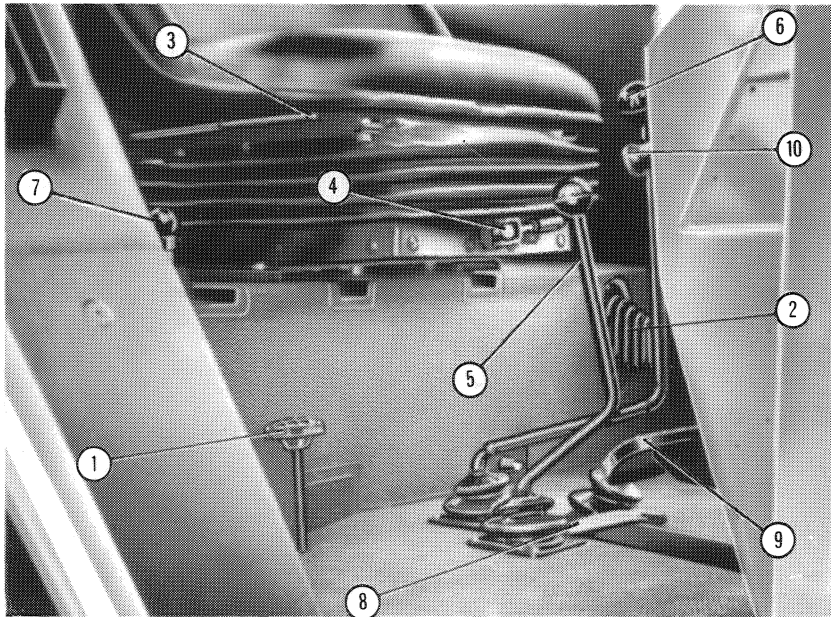

Fig. 5
- le levier à vitesses soit au point mort (6 fig. 5). Dans le cas contraire le dispositif de sécurité empêcherait le démarrage du moteur;
6. Débrayer à fond et placer le levier à vitesses (6 fig. 5) et du réducteur (5 fig. 5) en correspondance de la vitesse que l'on désire.
Pour enclencher le dispositif, appuyer sur la pédale correspondante (1 fig. 5). Pour le débloquer, il suffit de lâcher la pédale, et pour le faciliter, tourner légèrement le volant vers la droite et vers le gauche.